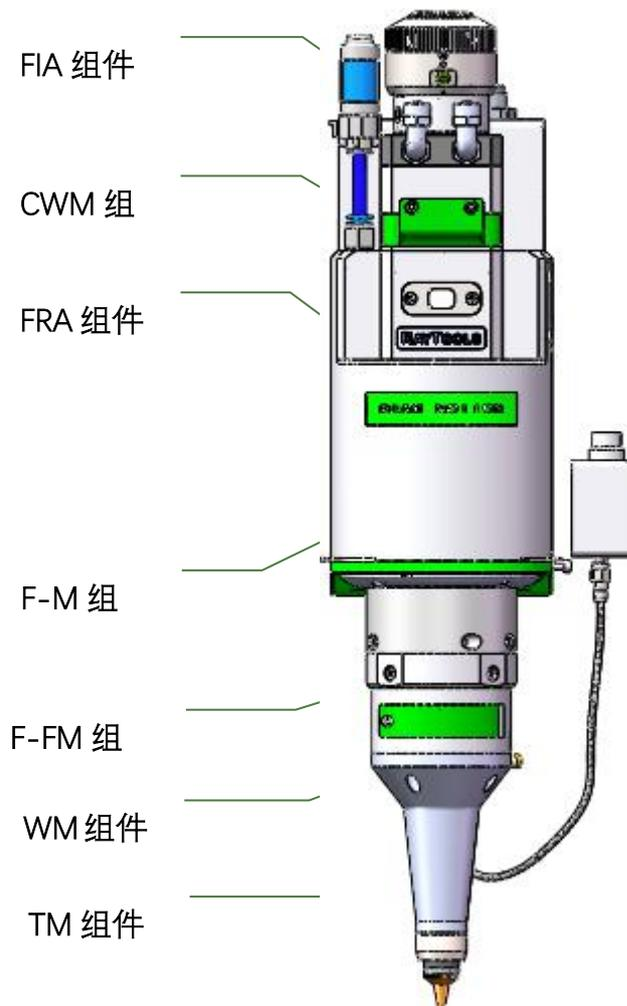

图 1 激光头示意图
如图 1 所示，激光头由：①光纤接口组件（FIA 组件）、②准直保护镜模块组件（CWM 组件）、③准直模块组件（FRA 组件）、④随动模块组件（F-M 组件）、⑤随动聚焦镜模块组件（F-FM 组件）、⑥聚焦保护镜模块组件（WM 组件）、和⑦喷嘴模块组件（TM 组件）七个基本单元组成。
(1) FIA 组件： 导入光纤，可兼容 QBH、QD；
(2) CWM 组件： 防止灰尘直接落到准直镜片上使准直镜片损毁；
(3) FRA 组件： 完成光纤准直功能，将入射的激光准直成平行光束；
- (4) F-M 组件： 内置电机驱动单元，通过线性机构驱动聚焦随动模块自动调整垂直方向的位置；
- (5) F-FM 组件： 将准直光束聚焦成高功率密度的会聚光束，并实现焦点位置上下调焦，且在随动模块的驱动下可自动调整垂直方向的位置；
- (6) WM 组件： 保护镜片可以保护聚焦镜片免于返渣的损伤，延长镜片使用寿命；
- (7) TM 组件： 将会聚光束导引至加工工件，并产生高速气流喷射切缝完成高质量切割。
常用的光纤接口包括 QBH、QD 其他光纤接口也可以适配。每一款激光接口都有其独特固定光纤的方法。请参考相应的光纤接口使用介绍。图 1 所示就是 QBH 接头安装接口。